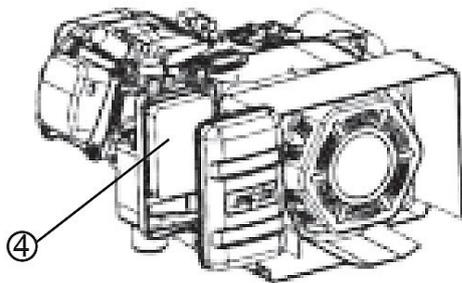

Abb. 40: Luftfilter entnehmen (PG-I 40 S)
Schritt 5: Das Filterelement entnehmen (4) Abb. 40).